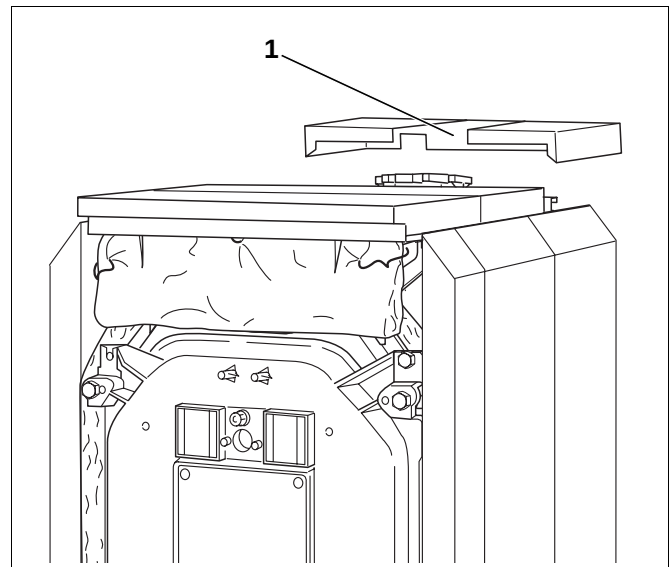

Abb. 56 Hintere Haube montieren
- Hintere Kesselhaube mit den Abkantungen und dem Ausbruch für den Heizkreisvorlauf (Abb. 56, **Pos. 1**) nach vorn auf die Seitenwände auflegen.